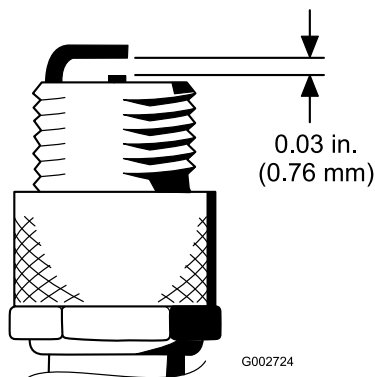

Figura 49
4. Impostate la distanza tra il centro e il lato degli elettrodi a 0,76 mm (Figura 49).